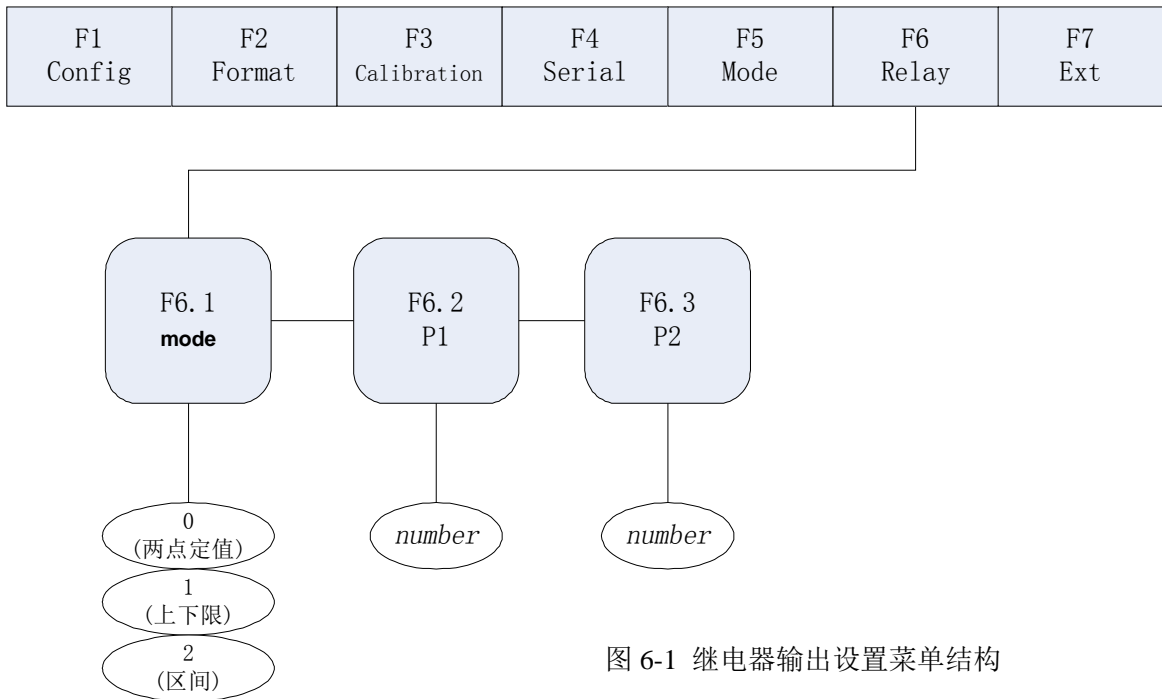

图 6-1 继电器输出设置菜单结构
- (1) 使显示器进入设置工作状态（显示器显示“F 1”）。
- (2) 按 \blacktriangleright 键，直至显示器显示“F 6”（见图 6-1）。按 \blacktriangledown 键进入继电器输出模式设定子菜单，显示器显示“F 6.1”。
- (3) 当显示器显示“F 6.1”时，再按 \blacktriangledown 键，显示器显示继电器输出模式。用 \blacktriangleleft ， \blacktriangleright 键进行模式选择。各输出模式的功能描述如下：